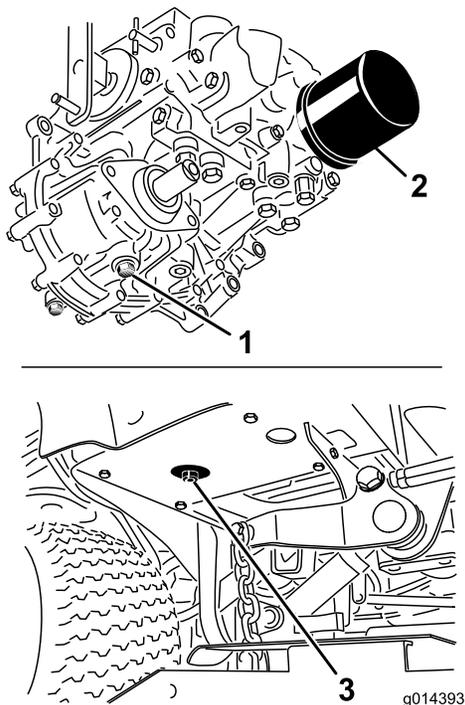

Figure 51
3. Placez un grand bac de vidange sous le réservoir hydraulique et le carter de transmission, et enlevez les bouchons pour vidanger tout le liquide hydraulique (Figure 51).
4. Nettoyez la surface autour du filtre à huile hydraulique et retirez le filtre (Figure 51).